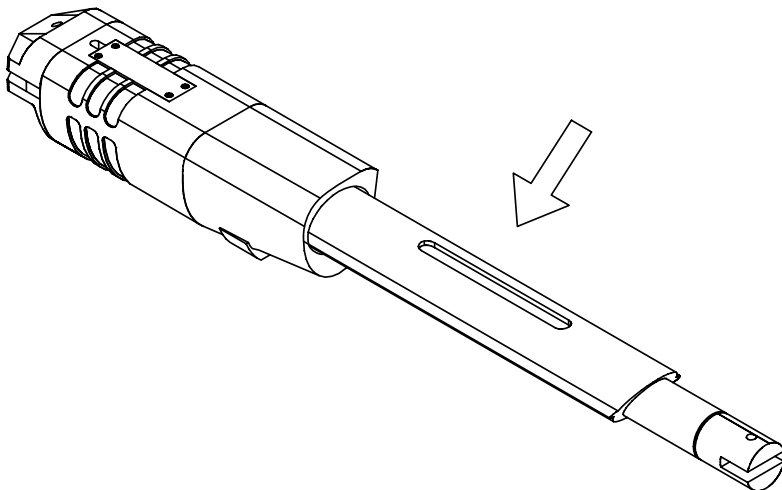

Fig. 15
- Graisser (avec le graisseur) la vis sans fin accessible sur le rétro de l'actionneur (voir Fig. 15)
- engrasar (con el engrasador) el tornillo sin fin situado en la parte de atrás del accionador (ver Fig. 15)